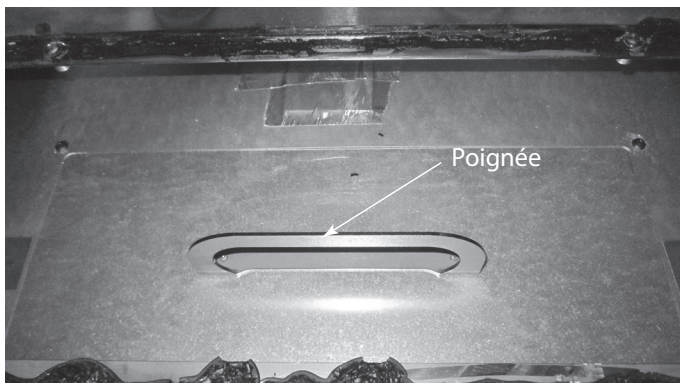

Figure 4.11 Retrait des vis du couvercle de combustion
3. En tenant la poignée, retirez les quatre (4) vis à chaque coin du couvercle de combustion et tirez-le vers le haut et hors du bas du foyer. Voir les figures 4.11 et 4.12.